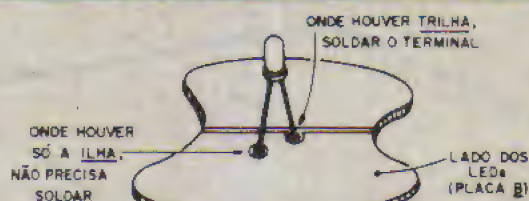

Fig. 7
- Os terminais de todos os LEDs devem ser soldados, em ambos os lados da placa, sempre que, conectada a respectiva "ilha", **houver uma "trilha"** (ver fig. 7). Os furos que (em qualquer dos lados da placa...) forem dotados **apenas** da "ilha" não precisam receber sol-